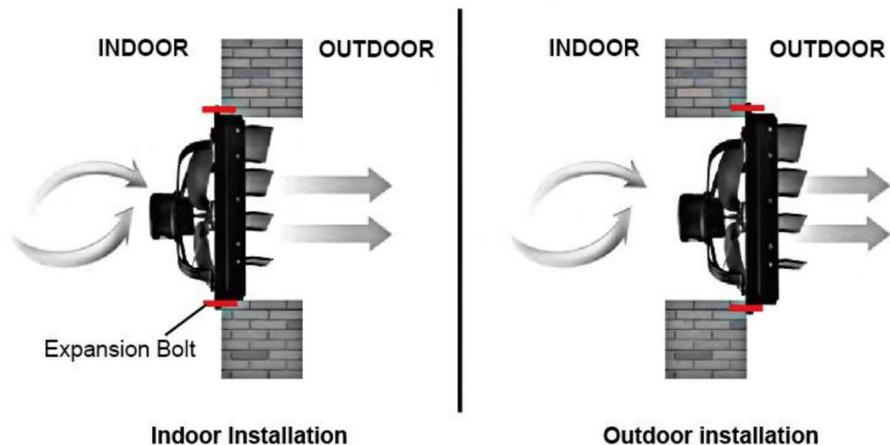

Fig.2.
4. Installez ensuite les quatre boulons d'expansion. Vous pouvez choisir d'installer à l'intérieur ou à l'extérieur (voir Fig.2.)